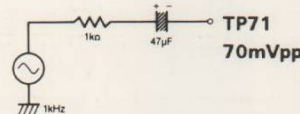

Fig. 7.2
- Voer een sinus sigitaal van 1KHz 70mVpp toe aan TP71 (dit is het HF AVR testpunt op de kanalenkiezer) via een RC-filter zoals in Fig.7.2 is aangegeven.